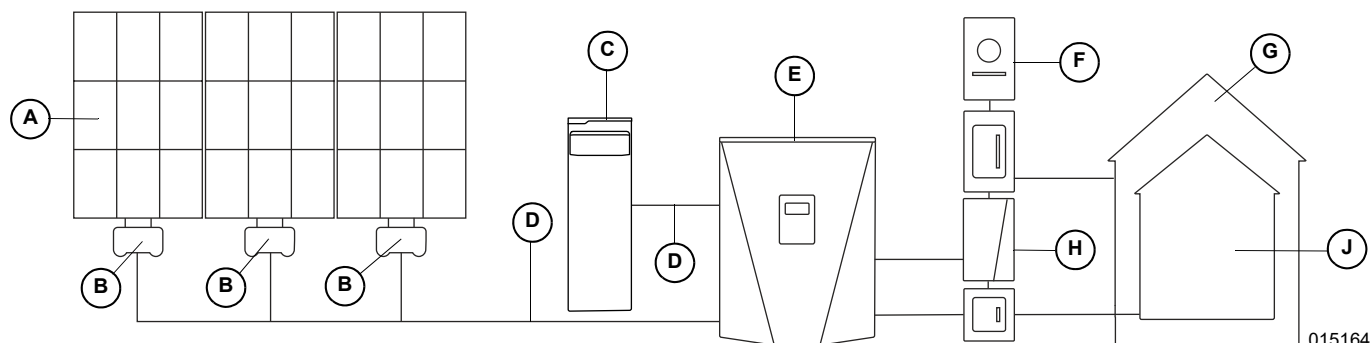

Figure 2-3. Exemple de système Generac PWRcell
Les inverseurs PWRcell utilisent le nanoréseau REbus™ 380 V c.c. pour se connecter aux appareils PWRcell raccordés au circuit c.c. Le nanoréseau REbus automatise et régule le flux courant électrique pour permettre une configuration et un fonctionnement prêt à l'emploi de l'équipement PWRcell. Pour plus d'information sur le REbus, visiter www.generac.com. Dans la Figure 2-3, l'inverseur PWRcell (E) est directement raccordé à des optimiseurs PV Link (B) et à une batterie PWRcell (C) sur le circuit c.c. (REbus) (D). Sur la droite de l'inverseur se trouve le circuit c.a. pour le réseau (F), les charges locales (G), l'ATS PWRcell (H) et les charges de secours (J).